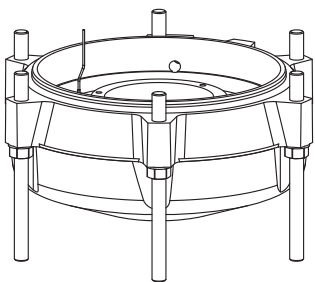

Рис. 20: Снятие износостойкой накладки (J 205, J 405)
7.6 Износостойкая накладка на J 205 и J 405 (рис. 20)